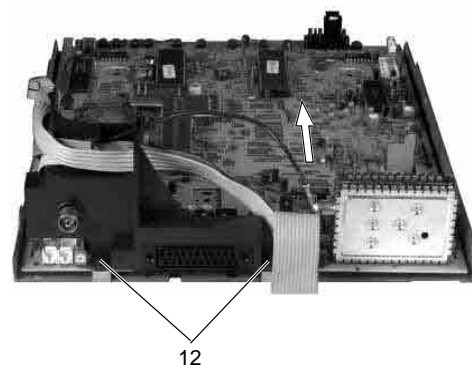

Fig. 11
- Dévisser les 2 vis (Pos. 12, Fig. 11).
- Pousser le C.I. de traitement du signal dans le sens de la flèche (Fig. 11) et retirer celui-ci par le haut.
- Undo 2 screws (Pos. 12, Fig. 11).
- Push the Signal Chassis in the direction of the arrow (Fig. 11) and remove it towards the top.